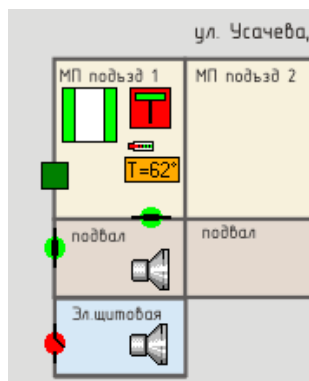

Рисунок 37
5) Расположить значек охранного датчика на соответствующем месте на карте лифтов, например в машинном помещении (рисунок 37).